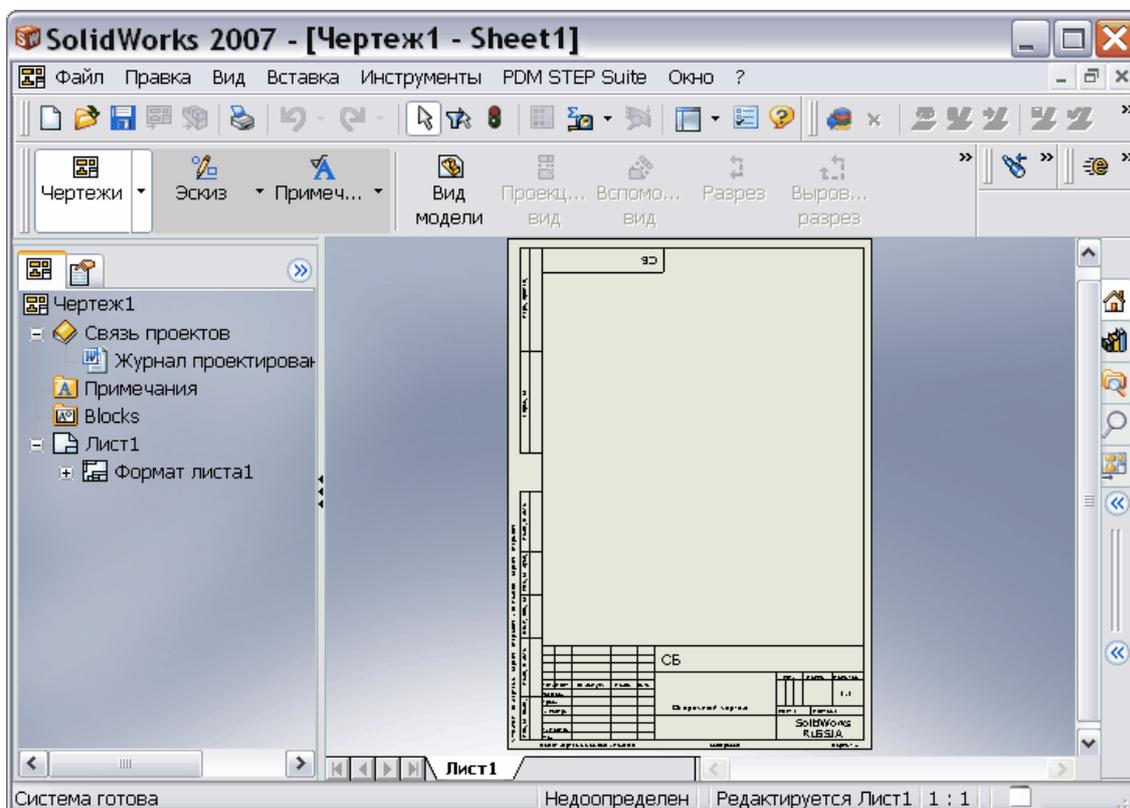

Рис. 59
2. Начертите рамку и основную надпись в соответствии с требованиями ЕСКД (Рис. 59).